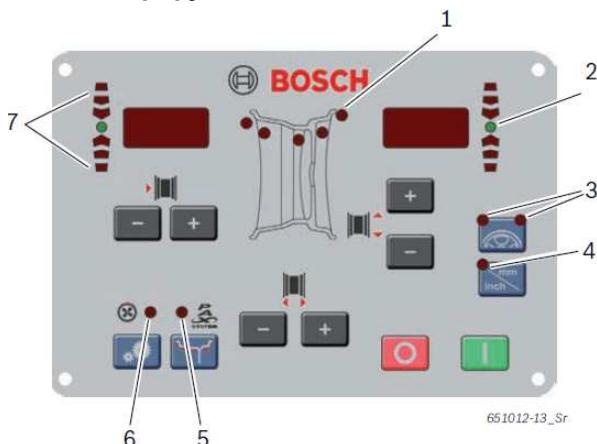

Рис. 5. Светодиоды на панели управления / поле индикации (позиции расшифровываются в нижеследующей таблице).
Благодаря светодиодам (рис. 5, поз. 1) отображаются положения плоскостей балансировки для каждой программы балансировки.
При выбранной программе балансировки **PAX** дополнительно светится светодиод **Pax** (рис. 5, поз. 5).
Светодиоды в форме стрелки (рис. 5, поз. 7) указывают, в каком направлении следует поворачивать колесо, чтобы достичь положения «12 часов» для крепления балансировочного грузика.
- ⇒ Как только корректное положение для крепления балансировочного грузика будет достигнуто, загорается светодиод (рис. 5, поз. 2), и звуковой сигнал подтверждает корректное положение.
- ⇒ Загораются оба светодиода кнопки **SPLIT** («РАЗДЕЛЕНИЕ») (рис. 5, поз. 3).
- ⇒ Как только корректное положение для крепления балансировочного грузика будет достигнуто, загорается светодиод (рис. 5, поз. 2), и звуковой сигнал подтверждает корректное положение (за спицей).